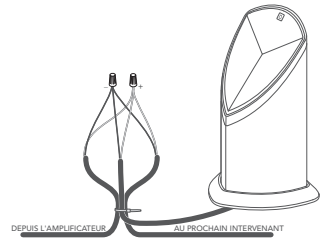

Figure 8
- Coupez les deux fils pour l'enceinte gauche ou droite (voir les tableaux ci-dessous) et dénudez 3/4 po d'isolation sur les extrémités exposées des fils d'enfouissement, puis dénudez 3/4 po d'isolation des extrémités de la queue de cochon de l'enceinte correspondante (voir Figure 8).
- Créez une boucle d'environ 250mm (10 po) et utilisez un collier de serrage pour maintenir la boucle et la queue de cochon de l'enceinte en place afin de soulager la tension, voir Figure 8.